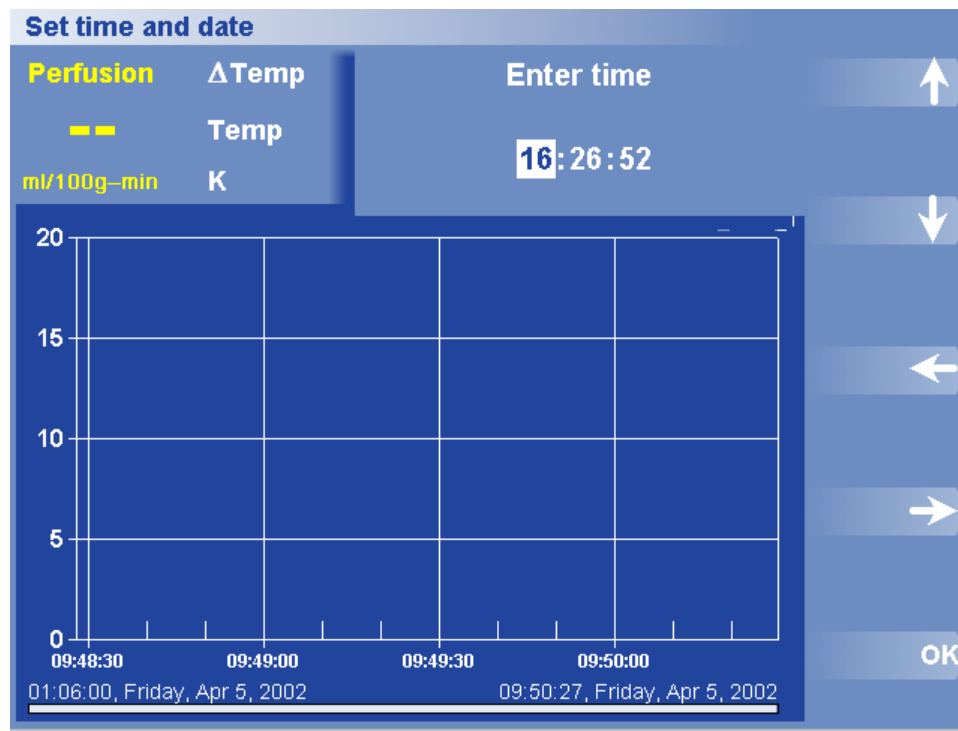

図 44 時間の設定ダイアログボックスおよびメニュー
2. Set Date/Time (日付/時間の設定) > Set Time (時間の設定) を押します。時間ダイアログボックスが表示されます (図 44)。